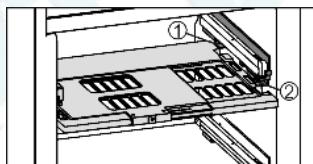

Fig. 13
- ▶ Установка пластины регулировки влажности: попречные ребра крышки на пластине вставить через низ в задний держатель Fig. 13 (1) и защелкнуть спереди на держателе Fig. 13 (2).